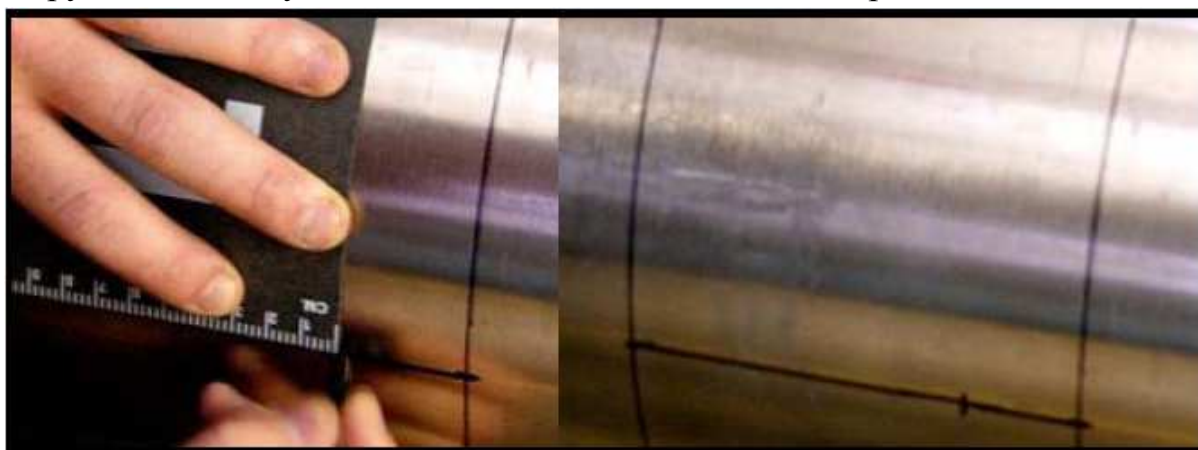

Рис. 3-19: Измерение и маркировка расстояния между преобразователями
1. Измеряйте расстояние между преобразователями от нулевой точки (точка начала окружности). Отметьте точку, соответствующую расстоянию между преобразователями, перекрестьем на противоположенной стороне трубы 180° от нулевой точки (как показано ниже на рис. 3-19).